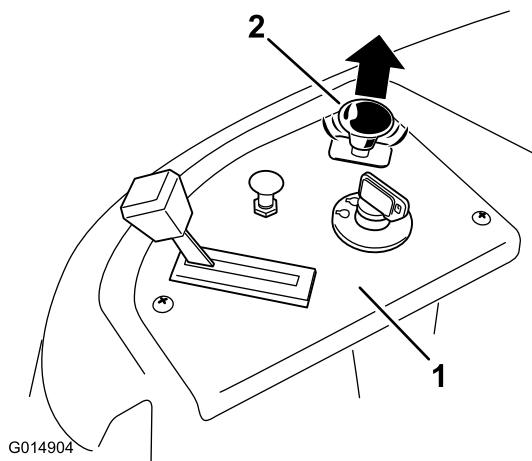

Bild 15
- Ziehen Sie den Zapfwellenantriebsschalter hoch, schieben Sie ihn in die EIN-Stellung und kuppeln Sie die Messer ein (Bild 15).